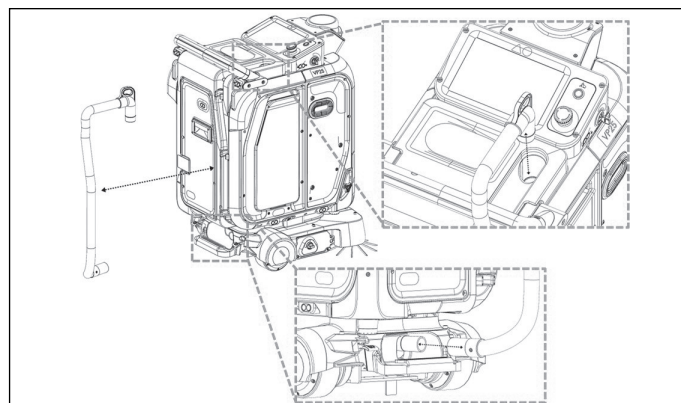

Abbildung 74
1. Entfernen Sie den Vakuumschlauch (**25**) (**Abb. 5**), indem Sie beide Anschlüsse aus dem Roboter herausziehen, halten Sie dabei ein Tuch bereit, falls Staub verschüttet wird (**Abb. 74**). Heben Sie das untere Ende des Schlauchs über den Lenker (**15**) (**Abb. 3**) hinaus an, um ihn von der Maschine zu entfernen.